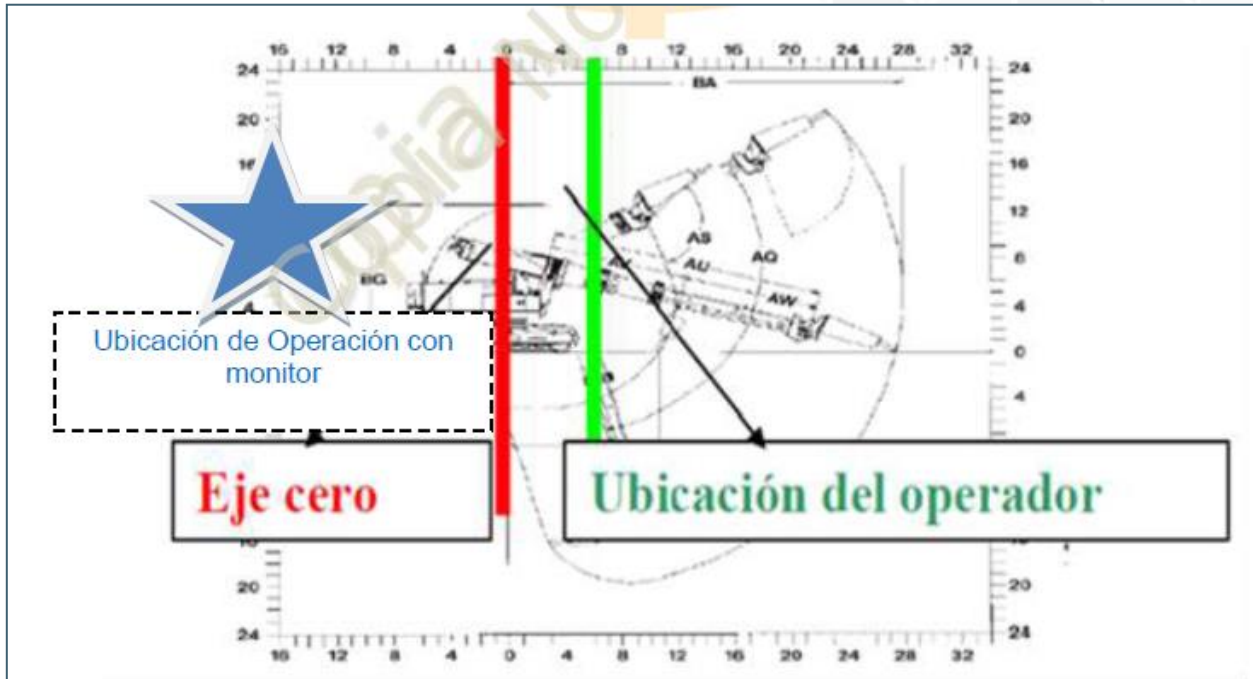

figura 13
- K.- Su ubicación debe ser 2,0 metros hacia delante del eje cero del equipo Por posible desplazamiento de las orugas debido a la operación del brazo y rota boom (Ver figura 13)